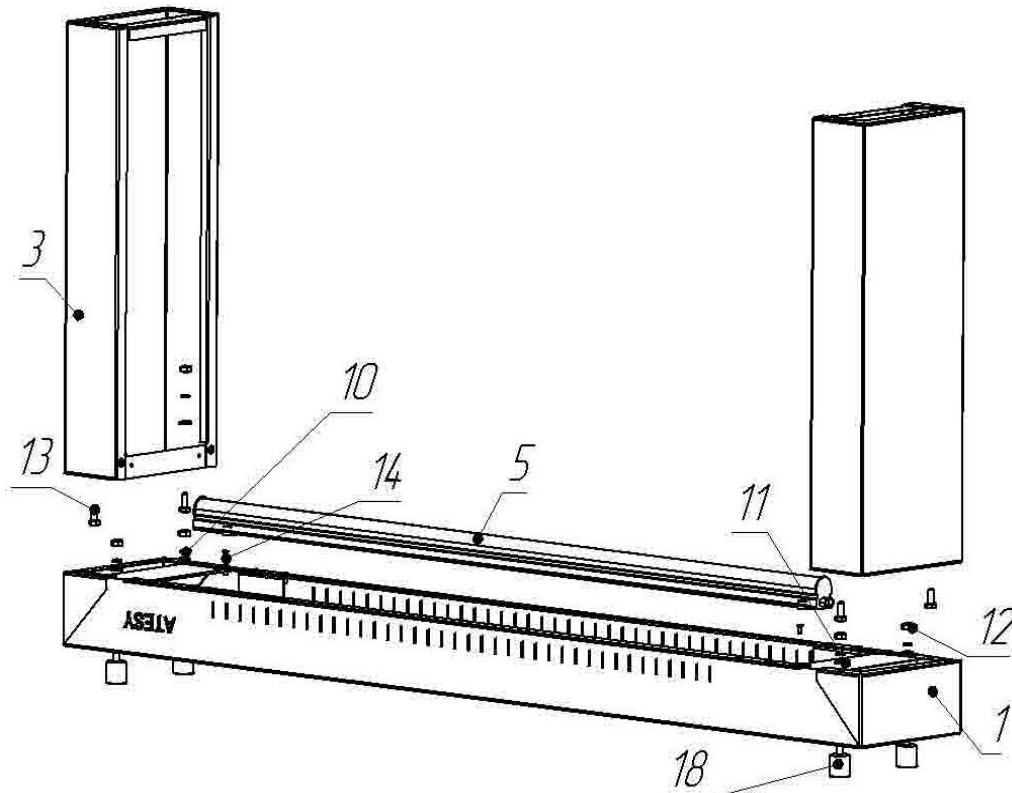
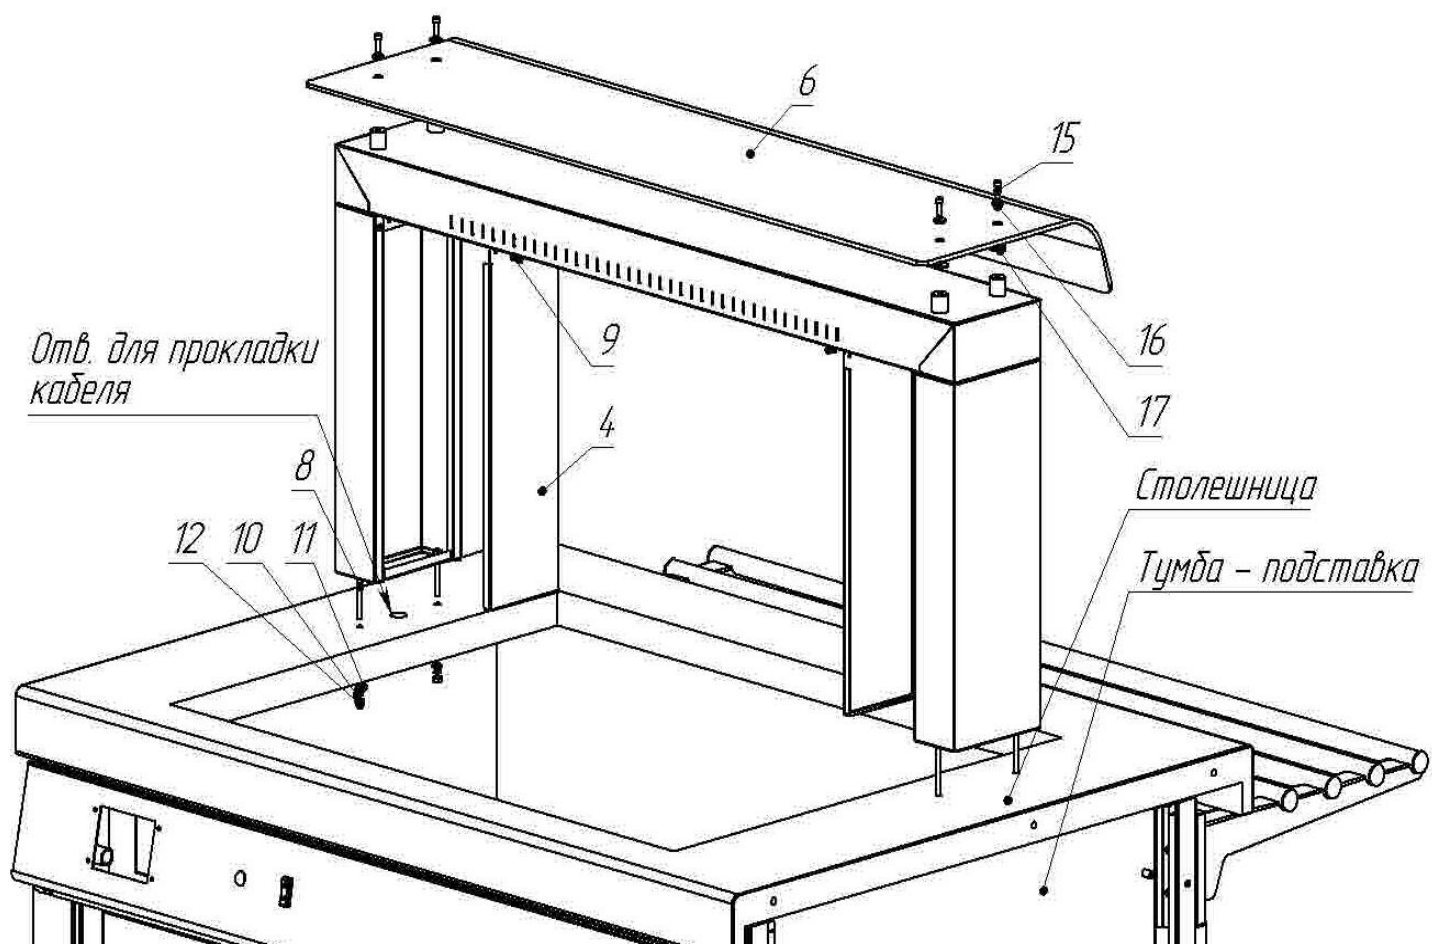
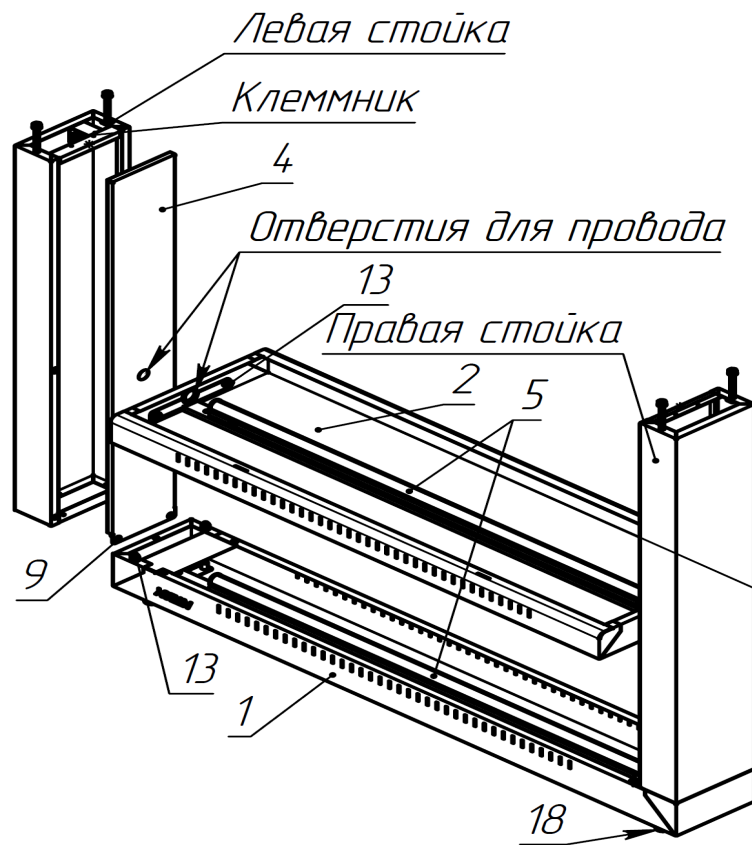

рис. 3.1
Рис. 3.2
Рис. 4.1
- Установить на полку поз. 1 проставки поз. 18 (см. рис. 3.1, и таблицу **приложение 2**).
- Установить на полку поз. 1 стойки поз. 3 при помощи крепёжных элементов поз. 10, 11, 12, 13 (см. рис. 3.1, и таблицу **приложение 2**);
- Установить на полку поз. 1 светильник поз. 5 винтами поз. 14 (см. рис. 3.1, и таблицу **приложение 2**);
- Установить полку на столешницу и закрепить её крепёжными элементами поз. 8, 11, 12 (см. рис. 3.2, и таблицу **приложение 2**). Полку следует ориентировать так, чтобы тиснение надписи **ATESY** на ней было обращено в сторону направляющей (см. рис. 3.2);
- Установить стекло поз. 6, предварительно подложив под него прокладки поз.17. Закрепить стекло поз.6 винтом поз. 15 через втулку поз. 16 (см. рис. 3.2).
- Установить на стойки полки вставки поз. 4 и закрепить их винтами поз. 9 (см. рис. 3.2, и таблицу **приложение 2**).
- Установить на полки поз. 1 и поз. 2 светильники поз. 5 винтами поз. 14 (см. рис. 3.1, рис. 4.1 и таблицу **приложение 2**);
- Установить на полку поз. 1 правую стойку при помощи крепёжных элементов поз. 10, 11, 12, 13 (см. рис. 3.1, 4.1 и таблицу **приложение 2**);
- Установить на правую стойку вставку поз. 4 и закрепить её винтами поз. 9 (см. рис. 3.2, рис. 4.1 и таблицу **приложение 2**);
- Положить изделие на бок, прикрутить нижнюю полку поз.2 к **правой стойке** крепежом поз.10, 11, 13, (см. рис. 4.1 и таблицу **приложение 2**);
- Пропустить провода светильников через верх левой стойки и отверстия нижней полки, вставки поз. 4 и подключить их к клемнику. К нему же подключить жгут (провод) поз. 20 (см. рис. 4.1 и таблицу **приложение 2**)
- Левую стойку прикрутить к верхней полке. К стойке прикрутить вставку и нижнюю полку крепежом поз. 9, 10, 11, 12, 13.(см. рис. 4.1 и таблицу **приложение 2**);
- Установить верхнее стекло поз. 6, предварительно подложив под него прокладки поз.17. Закрепить стекло поз.6 винтами поз. 15 через втулки поз. 16 (см. рис. 3.2, 4.2 и таблицу **приложение 2**);